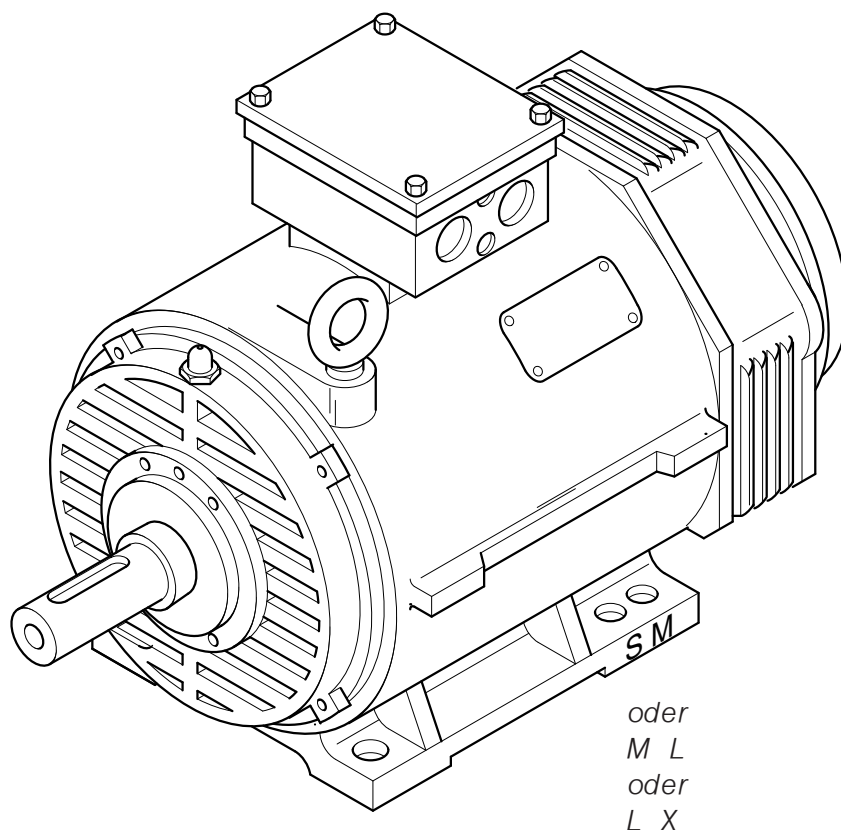

Bild 2: Отверстия для опорного крепления S,M или M,L или L,X
2.6 Отверстия для опорного крепления (рис. 2)